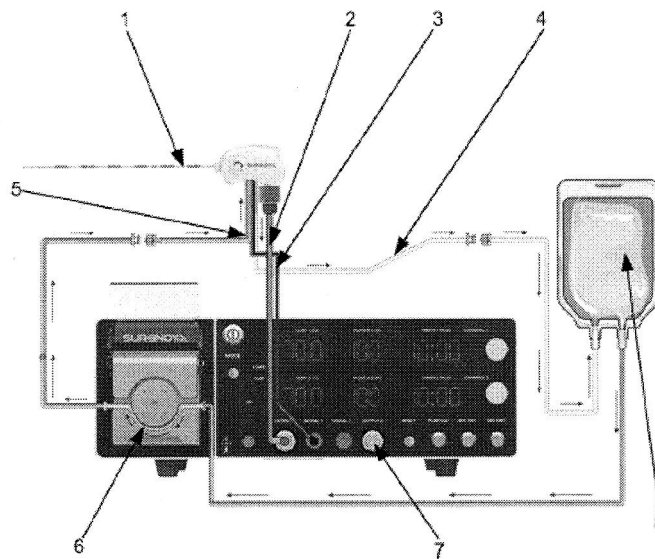

Fig. 5-1: Conexión de la antena única MWA
4. Retirar el tubo de agua de enfriamiento y colocar el tubo de la bomba en la abrazadera de tubo. Prestar atención a la dirección de la corriente marcada en el tubo. Insertar la aguja de plástico del tubo de agua de enfriamiento en la bolsa de suero estéril. La operación específica se muestra en la Fig. 5-1.
9. Conectar la tubería de agua de enfriamiento a las antenas de ablación por microondas. La operación específica se muestra en la Fig. 5-1.
10. Conectar el cable coaxial (cabeza masculina Mini BNC) a la cabeza correspondiente a su mango de mano de antenas de ablación por microondas (cabeza femenina mini BNC). La operación específica se muestra en la Fig. 5-1.